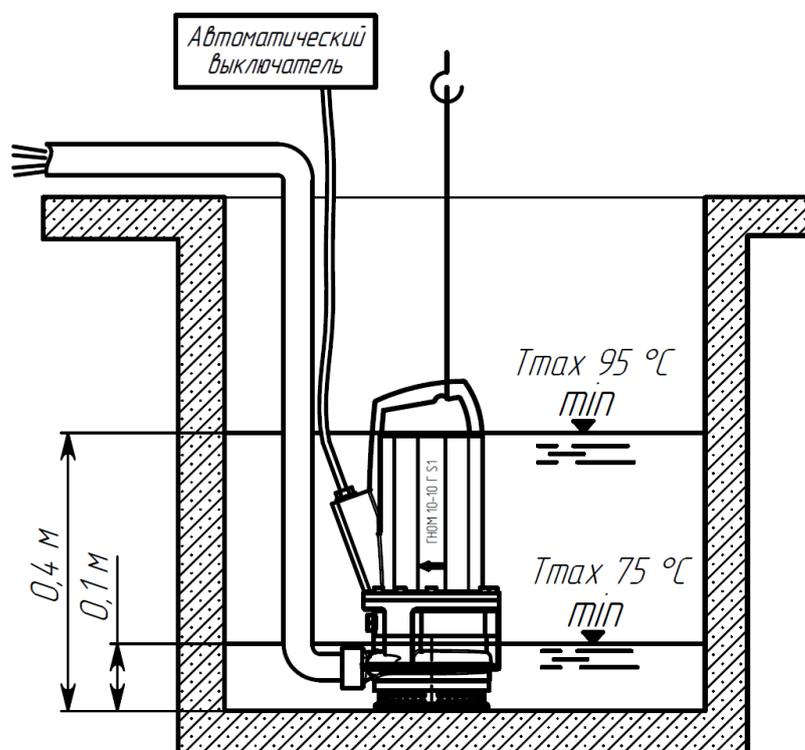

Рисунок 5 - Схема переносной установки электронасоса.
2.5.3 При переносной установке (рисунок 5) пуск и остановка электронасоса осуществляется оператором после непосредственного его погружения в воду.